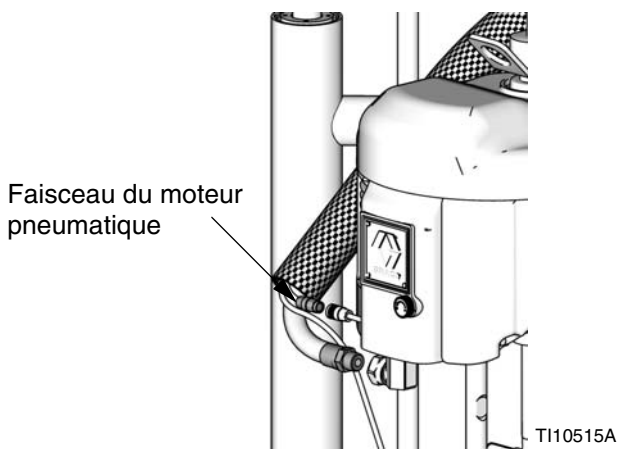
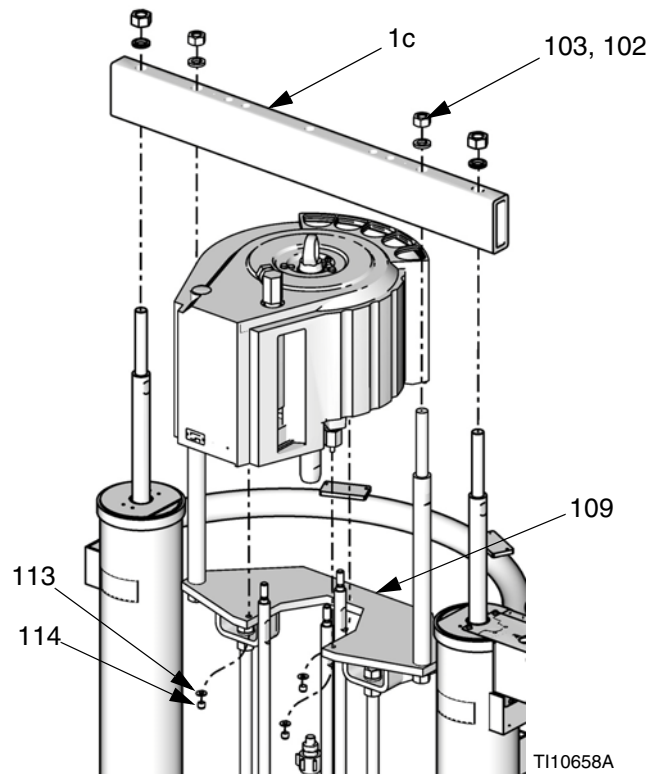
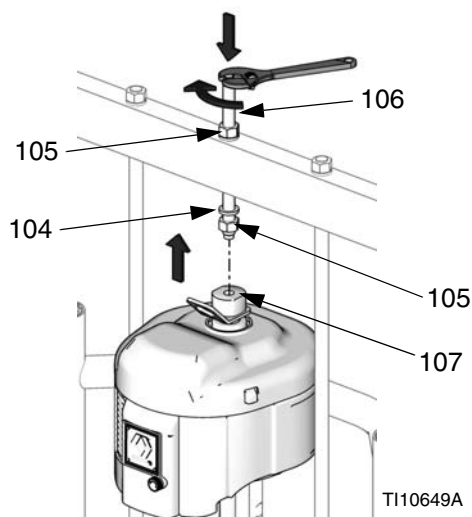

FIG. 23
FIG. 28
FIG. 29
- b. Faites glisser la tige filetée (106) dans l'orifice central de la barre transversale. Installez les rondelles de verrouillage (104) et les écrous (105) sur la tige filetée (106), au-dessus et en dessous de la barre transversale. Utilisez la clé pour maintenir l'adaptateur de l'anneau de levage (107) et serrez la tige filetée (106) sur l'adaptateur de l'anneau de levage (107) à l'aide d'une autre clé. Consultez la FIG. 29.
- c. Serrez l'écrou (105) en dessous de la barre transversale à un couple maximum de 34 N•m (25 pi-lb).
- d. Serrez l'écrou (105) au-dessus de la barre transversale pour verrouiller le moteur en place.
- e. Raccordez le flexible pneumatique sur le moteur. Si vous utilisez un DataTrak distant, branchez les raccords électriques sur le moteur pneumatique. Consultez la FIG. 23, page 22.
- b. Raccordez le flexible pneumatique sur le moteur. Si vous utilisez un DataTrak distant, branchez les raccords électriques sur le moteur pneumatique. Consultez la FIG. 23, page 22.
1. À l'aide d'un palan, abaissez le moteur pneumatique sur le plateau de montage (109). Consultez la FIG. 28.
2. Fixez le moteur sur le plateau de montage (109) à l'aide des écrous (114) et des rondelles (113).
3. Installez la barre transversale (1c), les écrous (103) et les rondelles (102).
5. Raccordez le flexible pneumatique sur le moteur. Si vous utilisez un DataTrak distant, branchez les raccords électriques sur le moteur pneumatique. Consultez la FIG. 23, page 22.